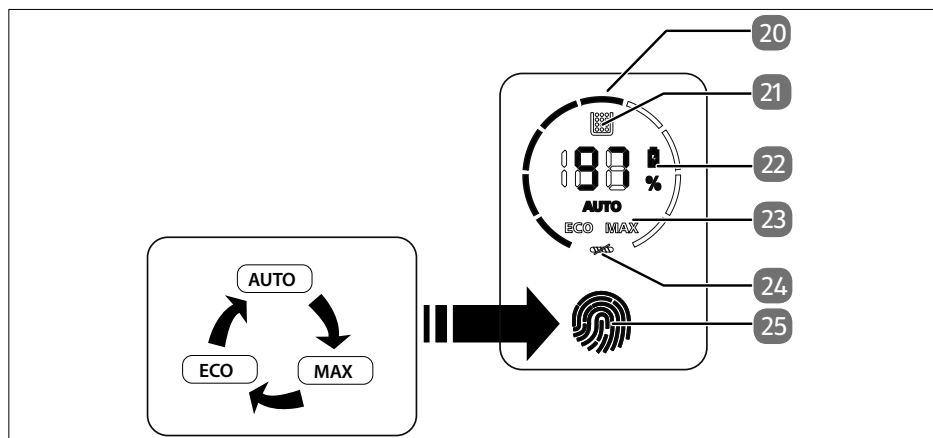

Fig. 2 – Éléments de commande
2. Mettez l'aspirateur en marche en appuyant sur l'interrupteur marche/arrêt (21) et en le maintenant enfoncé. Verrouillez l'interrupteur marche/arrêt en appuyant sur le bouton de verrouillage (22).
4. Touchez le panneau de commande (20) pour régler le mode de fonctionnement **Auto**, **Max** ou **Eco**(voir Fig. 2).